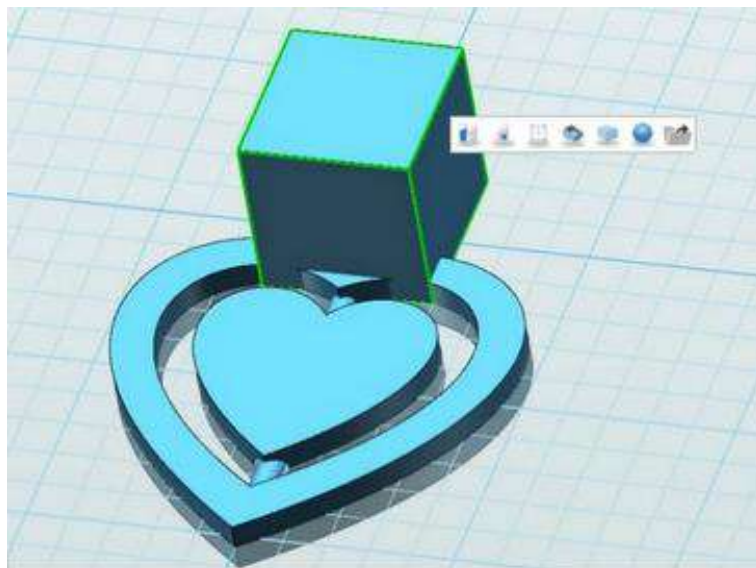

图 1-15
Step 15 绘制中心圆柱，输入中心值“0, -10, 0”，中间用逗号隔开。跟之前的圆柱绘制一样，选择对齐面，设置长度为“40”，宽度为 1.5。输入完之后，点击确定，删除辅助体。选择大的六面体，然后按键盘上的 Delete 键删除辅助体，如下图 1-15 所示：